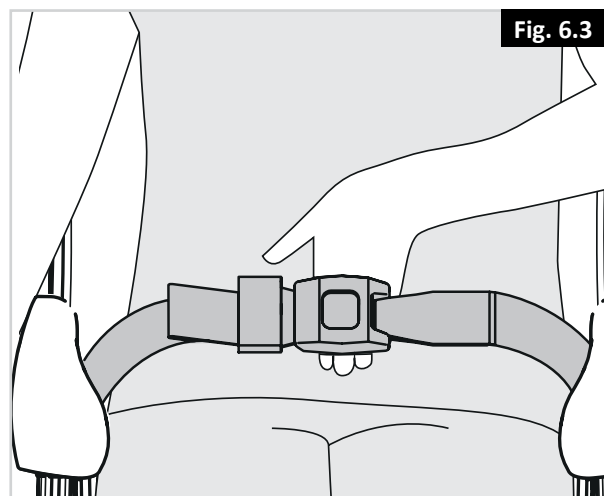

Fig. 6.3
- Ajuste la correa de posición adecuadamente, dejando un espacio de no más del ancho de una mano para más comodidad y seguridad (Fig. 6.3).